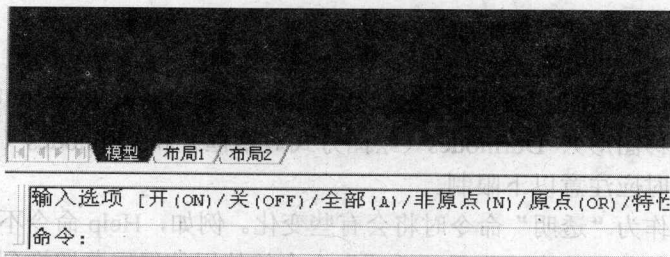

图 1-9 隐藏 UCS 图标
(1) 执行 Ucsicon 命令, 隐藏 UCS 图标, 如图 1-9 所示。